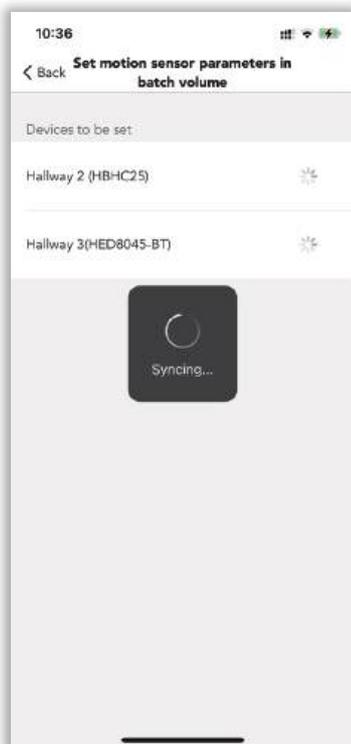

Abbildung 6.19
Schritt 3. Wählen Sie "Leuchtenparameter in Stapelmenge einstellen". Erstellen Sie ein neues Profil und ändern Sie die Einstellungen entsprechend. Synchronisierung mit allen relevanten Leuchten (siehe Abbildung 6.19).